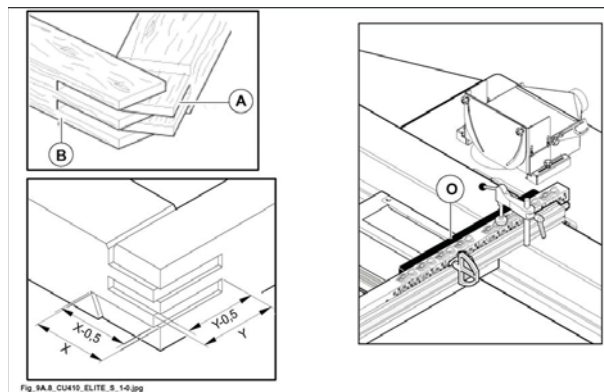

Fig. 9.8
La tenonatura è una fresatura di testa (a traverso di vena) che viene effettuata per ottenere incastrati fra tenone maschio (A fig. 9.8) e tenone femmina (B fig. 9.8).
Eseguire questa operazione con il carro scorrevole, montando l'apposito pianetto a tenonare (OPT) (O fig. 9.8).
- regolare la profondità dei tenoni maschio 0,5 mm inferiori alla larghezza del montante (X fig. 9.8);
- regolare la profondità dei tenoni femmina 0,5 mm inferiori alla larghezza del traverso (Y fig. 9.8).